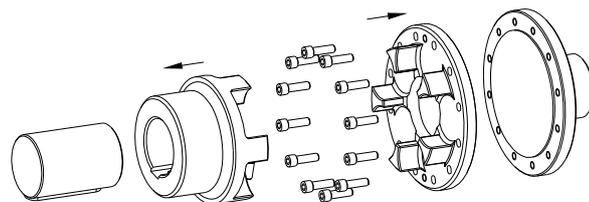
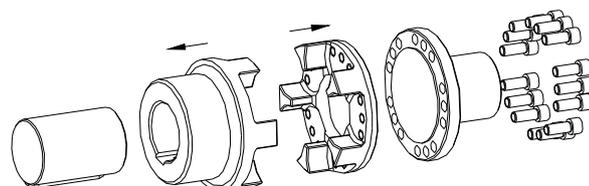

Figura 19: montaje del mangón o brida (tipo CF)
Figura 20: montaje del mangón o brida (tipo CFN)
- Monte el mangón en el eje (ver figura 19 tipo CF y figura 20 tipo CFN).
- Ponga la brida motriz frente a la brida del lado de accionamiento o conducido del eje (ver figura 19 tipo CF y figura 20 tipo CFN).